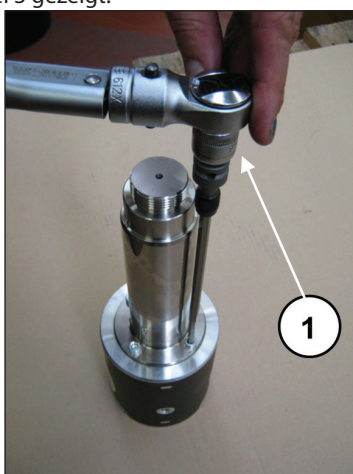

Abb. 46
Spannen Sie die Pleueiführung mithilfe des speziellen Werkzeugs in einen Schraubstock und eichen Sie die Schrauben mit einem Drehmomentschlüssel (Pos. ①, Abb. 46) wie im Kapitel 3 gezeigt.